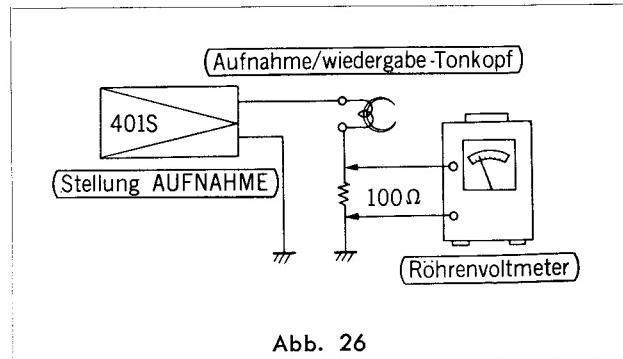

Abb. 26
Aufbau der Meßinstrumente: Siehe Abb. 26.
- Den Masseanschluß des Löschkopfes ablösen und das Gleichstrom-Milliamperemeter zwischen Masse und dem Masseanschluß des Löschkopfes schalten, wie in Abb. 26 gezeigt.